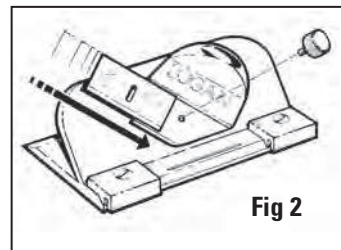

Fig 2
2. Glissez la lame vers le bas de l'AVANT du support de lame chromé (bord de découpe vers le bas) jusqu'à ce que l'angle inférieur droit de la lame entre dans la fente à lame et que le trou de la lame s'aligne avec celui du support de lame. **Fig. 2**
2. Deslice la cuchilla hacia el FRENTE del sujetador de la cuchilla cromado (lado afilado abajo) hasta que la esquina derecha de la parte baja de la cuchilla entre a la ranura de la cuchilla y el orificio en la cuchilla se alinee con el orificio en el sujetador de la cuchilla. **Fig. 2**
2. Far scorrere la lama verso il basso della PARTE ANTERIORE del portalama cromato (con il lato affilato rivolto verso il basso) finché l'angolo in basso a destra della lama non entri nell'apposita fessura e il foro della lama non si allinei con il foro del portalama. **Fig. 2**
2. Réglez le guide de passe-partout à la largeur de bordure souhaitée. Par exemple, pour une bordure de 5cm, alignez l'arrière du guide de passe-partout au niveau du repère de 5cm et serrez les boutons noirs. **Fig. 2**
2. Stellen Sie die Passepartout-Führung auf die gewünschte Randbreite ein. Für einen 5 cm breiten Rand richten Sie die Vorderseite der Passepartout-Führung auf die 5 cm Markierung aus und ziehen die schwarzen Knöpfe fest. **Abb. 2**
2. Ajuste la Guía de la Lámina Perimétrica a la anchura deseada de la franja. Por ejemplo para un marco de 5cm alinee el dorso de la Guía de Lámina Perimétrica en la marca de 5cm y apriete las Perillas Negras. **Fig. 2**